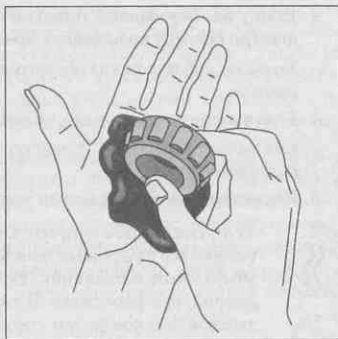

Рис. 18.12. Так смазывают подшипники голыми руками
8. Второй рукой нанесите на подшипник большое количество смазки (рис. 18.12).